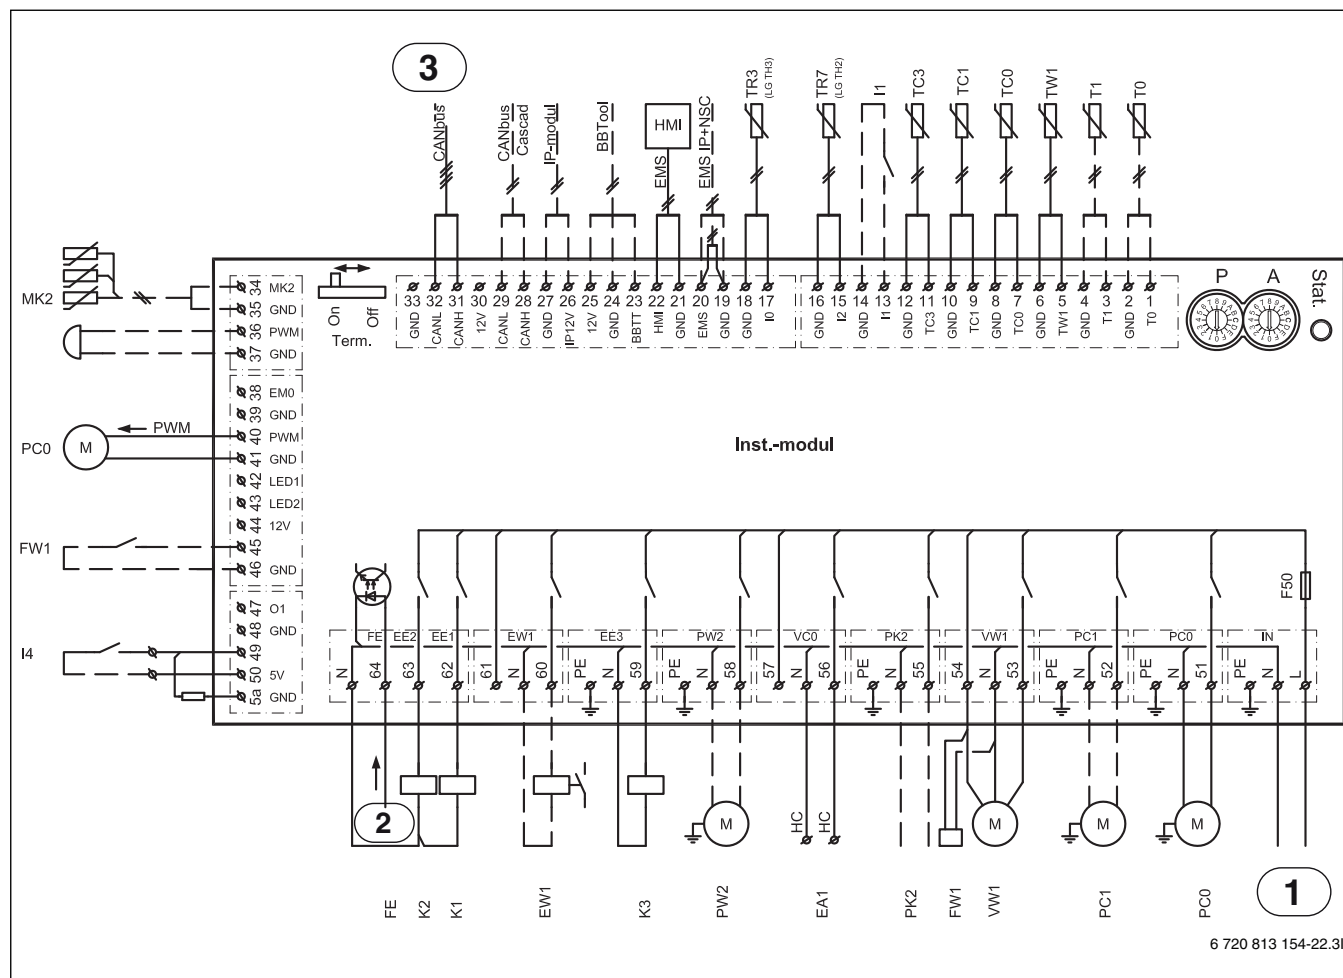

Fig. 31 Schema elettrico modulo di installazione
- [1] Tensione d'esercizio modulo di installazione ([1] fig. 31)
[2] Uscita allarme resistenza elettrica ([2] fig. 31)